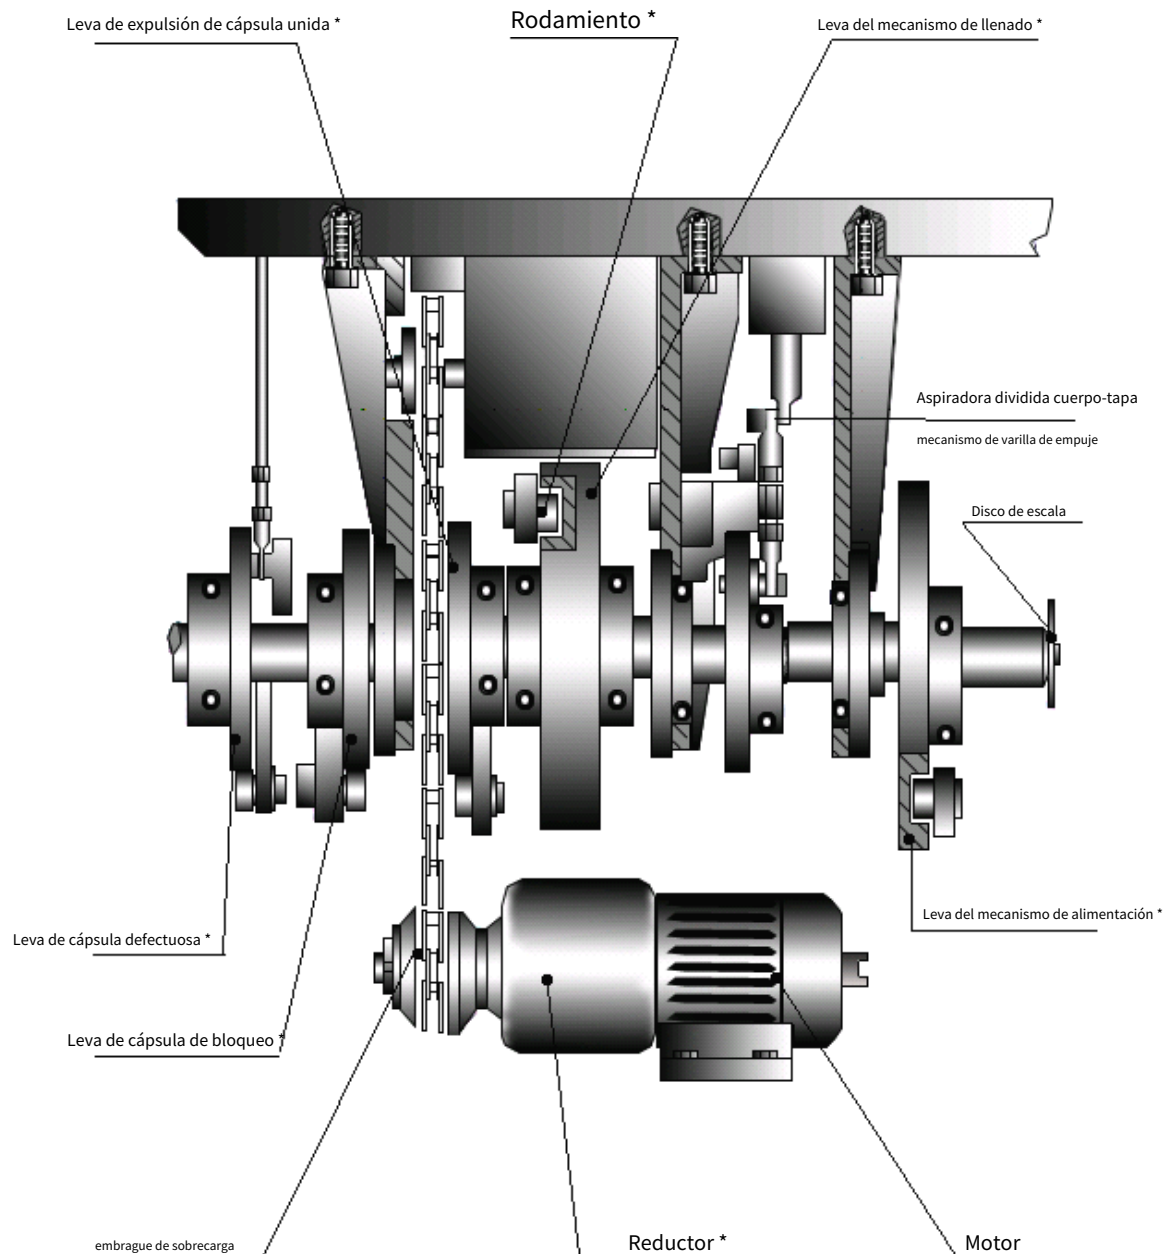

Fig. 30 Engranaje de transmisión
5.2.12 Ajuste del embrague de sobrecarga (consulte la Fig. 30)